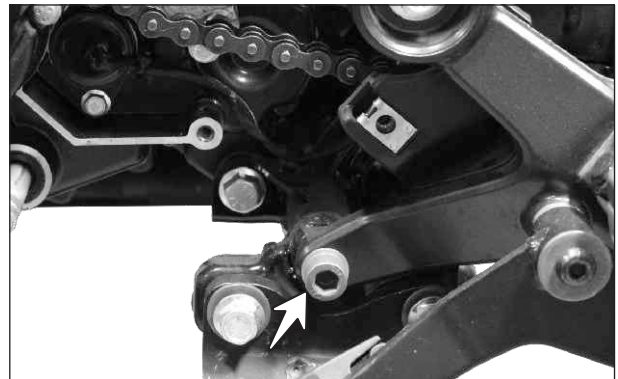

Fig. 2.59
- Retire el tornillo hexagonal (M10x25) junto con la arandela del reposapiés y retire el reposapiés. (Fig. 2.59)